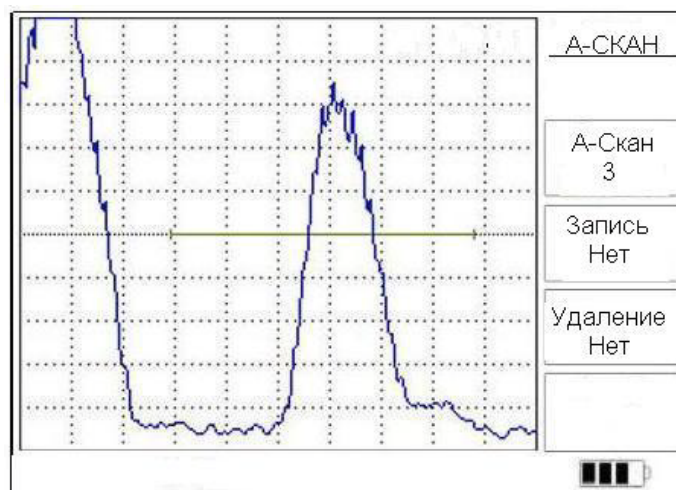

Рис.5.12.
5.4.7. Меню «**А-СКАН**» содержит следующие параметры (рис.5.12).